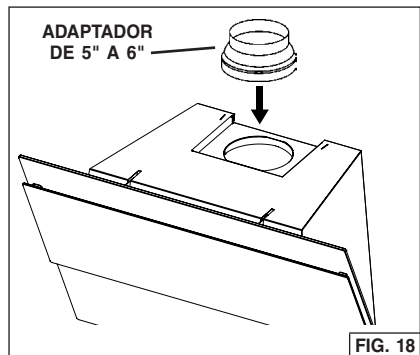

FIG. 18
11. Fije el adaptador de 5" a 6" a la descarga del soplador y coloque cinta adhesiva de aluminio en la junta. Fig. 18.